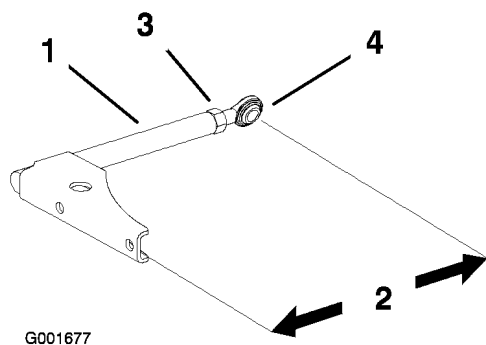

Figure 52
1. Desserrez l'écrou de blocage et tournez la rotule dans le sens anti-horaire, un tour à la fois (Figure 52).
- Régalez chaque côté de la même façon. La longueur nominale de chaque bras de poussée doit être de 34 cm (Figure 52).